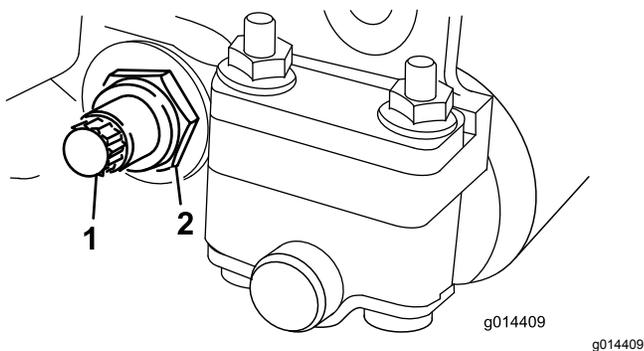

Figure 22
- De chaque côté de la machine, desserrez le contre-écrou de fixation du boulon de la barre d'appui (Figure 22).
- Retirez les boulons de la barre d'appui afin de pouvoir abaisser la barre et la déposer du boulon du plateau de coupe (Figure 22).